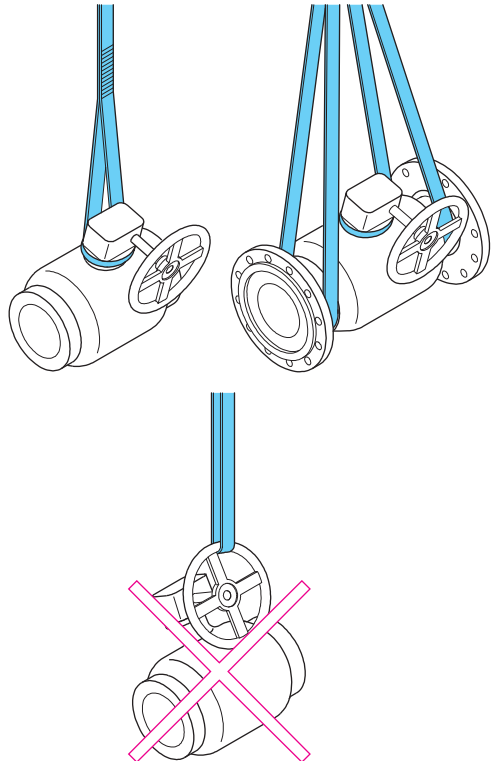

Abbildung 2. Heben des Ventils.
Verwenden Sie für das Anheben der großformatigen Ventile stets Hubseile. Es ist nicht erlaubt, das Ventil am Antrieb oder an der Welle anzuheben (siehe Abbildung 2).
- Das Ventil oder die Ventileinheit dürfen nicht am Antrieb angehoben werden. Wenn das Ventil mit Hebeösen ausgestattet ist, verwenden Sie diese (siehe Abbildung 2). Das Fallenlassen bzw. unsachgemäße Heben des Ventils kann zu Personen- oder Geräteschäden führen.
- Verwenden Sie ausschließlich eine der zulässigen – wie in Abbildung 2. gezeigten – Hebetekniken.